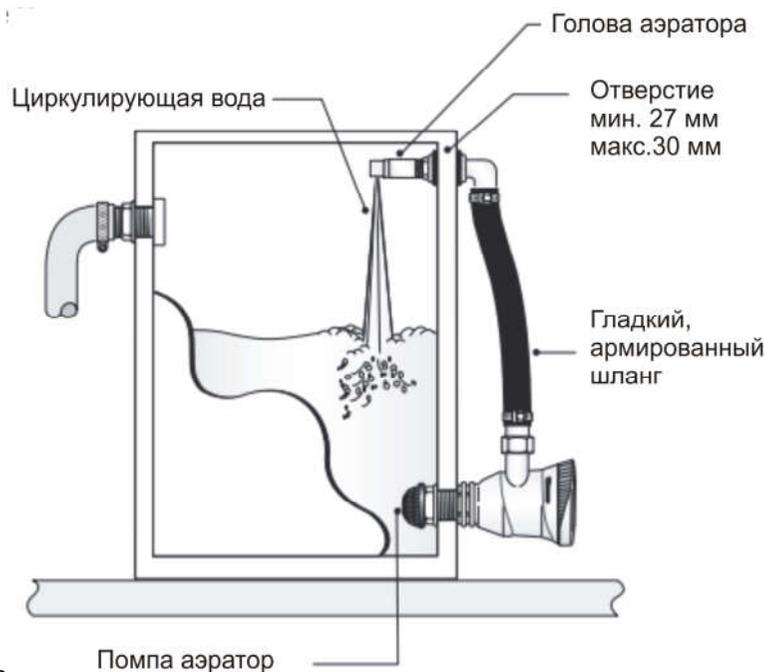

Рис.3
1. Установите насос аэратора на расстоянии не менее 2" (51 мм) от дна бака. Сохраните достаточный зазор для установки фланца и стопорной гайки (Рис. 3).
1. Установите распылительную головку азратора на 50 мм ниже верхней части бака. Обеспечьте достаточный зазор для монтажного фланца и стопорной гайки (Рис. 3).
1. Установите шланг на выходной патрубок насоса. Затяните вручную, затем еще 1/4 до 1/2 оборота ключом (Рис. 3).